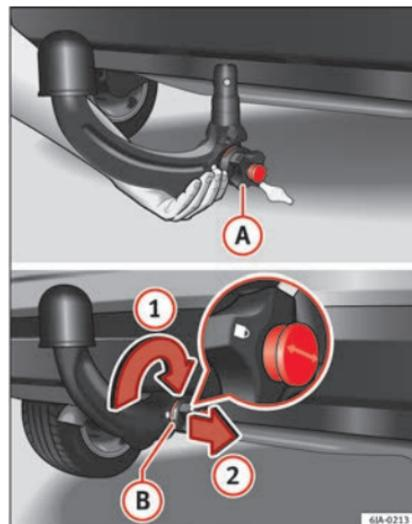

Fig. 198 Colocação da barra de cabeça esférica/fecho da fechadura e extração da chave. »
- Segure a barra de cabeça esférica por baixo » Fig. 198 e introduza-a no casquilho de fixação até ao limite e ouvir que encaixa » ⚠.